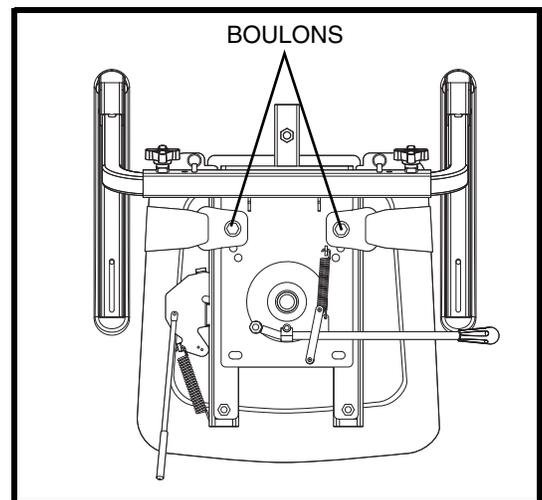

Figure 20A. Boulons du Ceinture de positionnement
2. Placez le siège à l'envers pour faire face à sa base. **Voir la figure 20A.**